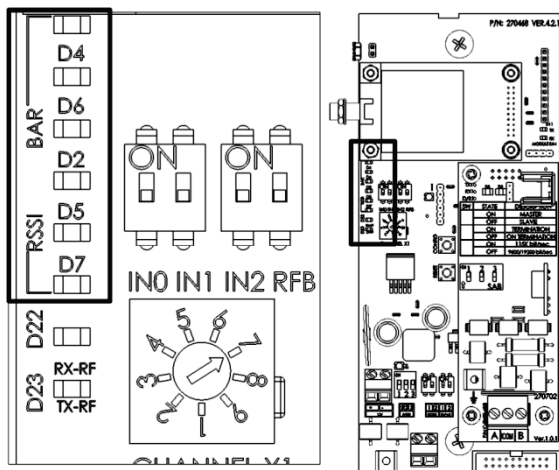

图 22: 信号强度 LEDs
8. 在远程装置单元, 查看 RSSI LED 灯. 该单元应接收来自基础装置单元的信号。至少有两个 LED 灯应持续亮起一分钟 (参见表 1 和图 22).